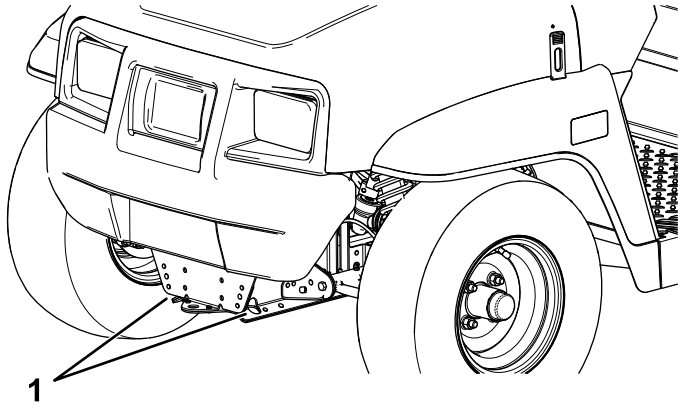
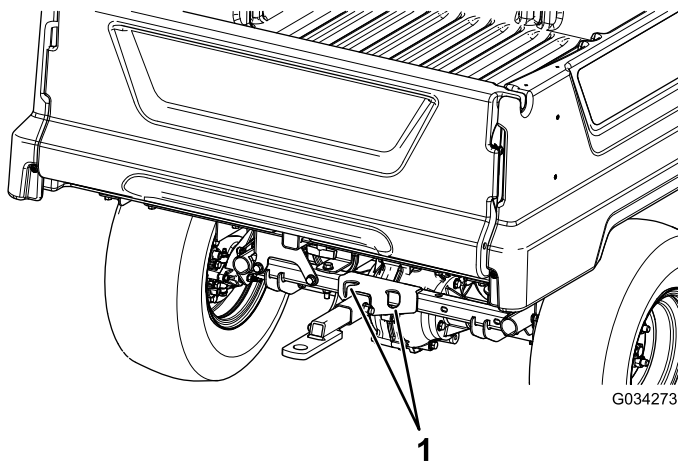

Figure 19
Figure 20
L'emplacement des points d'arrimage sur la machine est indiqué à la Figure 19 et la Figure 20.
2. Accrochez un câble de remorquage à la flèche d'attelage à l'avant du cadre de la machine (Figure 19).